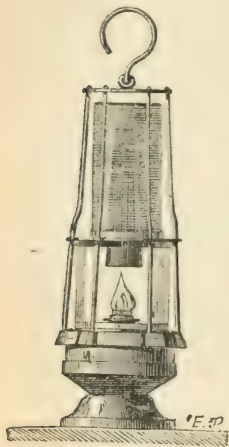

FIG. 28. — Lampe de mineur, dite lampe de Davy.
21. — Un chimiste anglais, nommé Davy, qui vécut de 1778 à 1829 a inventé une lampe de sûreté (fig. 28), qui préserve de ces terribles explosions ; malgré cette précieuse invention, des accidents se produisent encore dans les mines, mais ils sont moins fréquents.